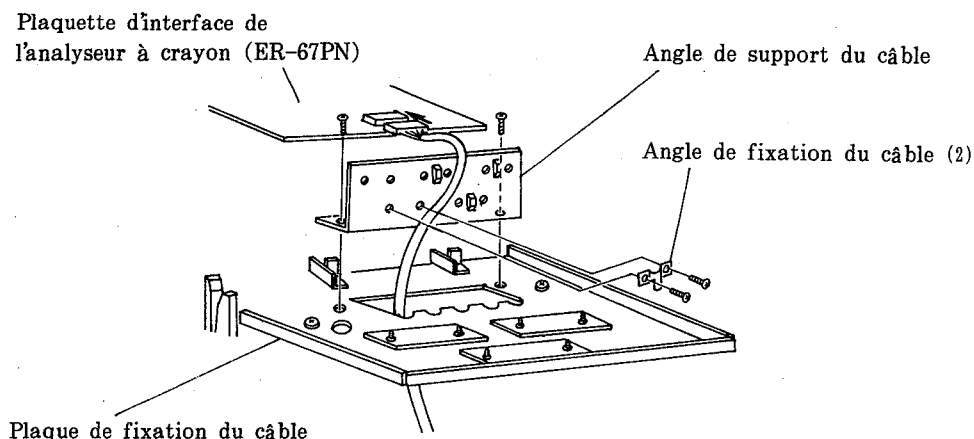

Fig. 53
- (7) Comme il est montré à la Fig. 53 ci-dessus, insérer le câble de l'analyseur à crayon dans l'orifice situé sur la plaque de fixation du câble à partir du côté inférieur, et raccorder le câble à la plaquette d'interface de l'analyseur à crayon.
- (8) Utiliser l'analyseur de fixation du câble (2) pour attacher le câble de l'analyseur à crayon sur l'angle de support du câble. (Voir la Fig. 53 ci-dessus.)
- (9) Fixer l'angle de support du câble à la plaque de fixation du câble comme précédemment.
- (10) Inverser la procédure (2) pour remettre en place le couvercle arrière.
- (4) Retirer les vis (2) qui fixent l'angle de support du câble, enlever l'angle de support du câble de la plaque de fixation du câble. (Voir la Fig. 53.)